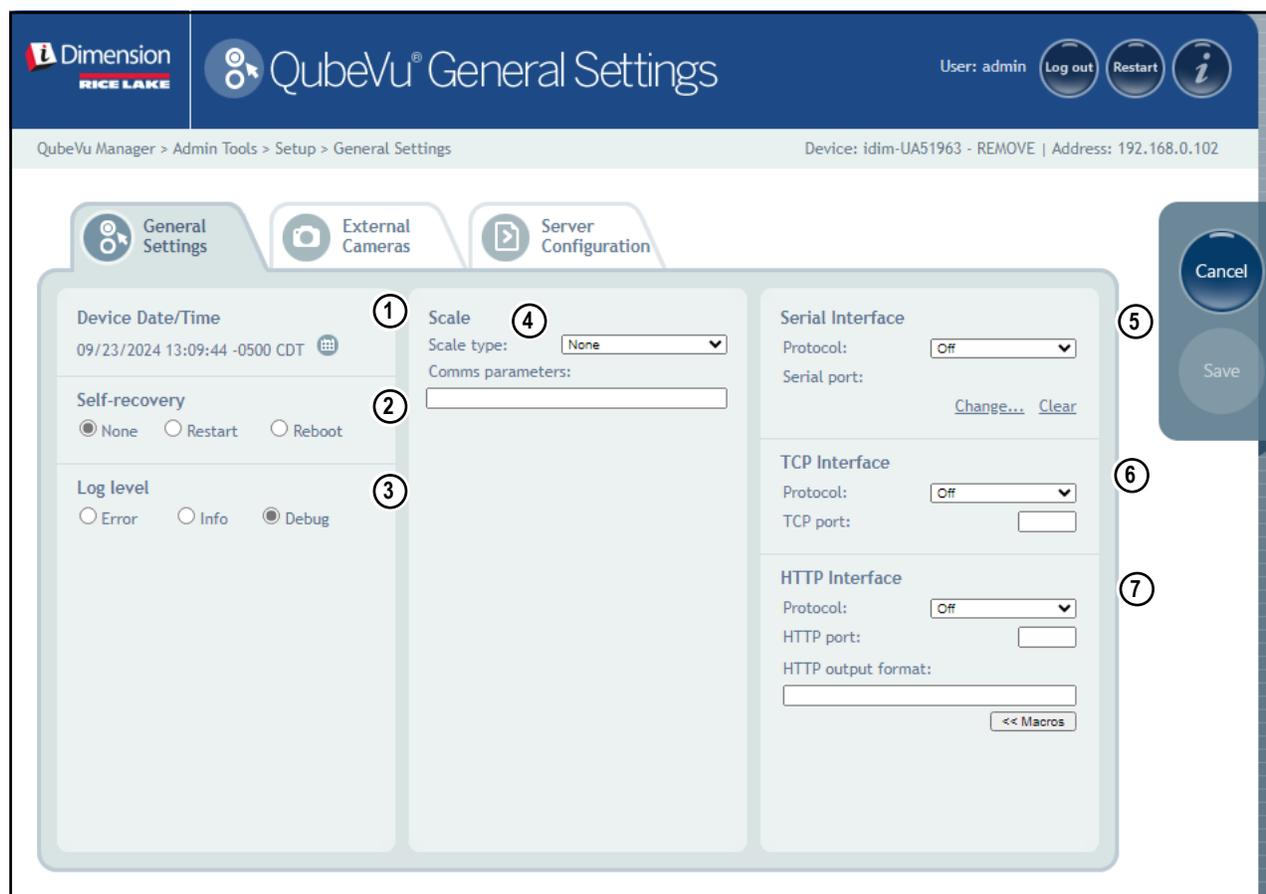

Figura 5-2. Pestaña de ajustes generales
1. Seleccione **QubeVu** o **Cubiscan 110/150** en la lista desplegable de la interfaz serie (Elemento 5 en Figura 5-2 en la página 25).